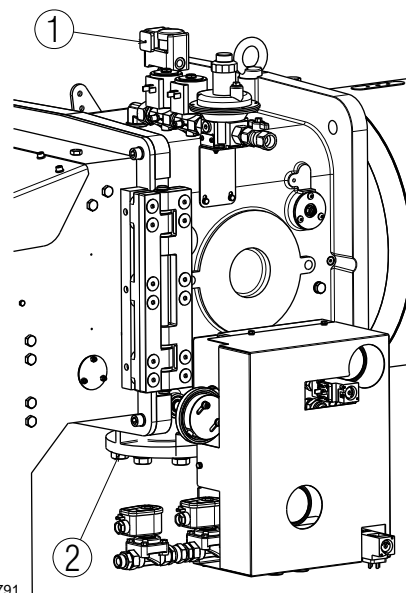

Fig. 25
La rampa del gas è predisposta per essere collegata al bruciatore alla flangia 2 (Fig. 25).
Pressione del gas misurata alla presa 1)(Fig. 25), con:
Perdita di carico farfalla gas 2)(Fig. 25) con apertura massima: 90°.
- sottrarre dalla pressione del gas alla presa 1)(Fig. 25) la pressione in camera di combustione.
Pressione del gas alla presa 1)(Fig. 25) = 46,9 mbar
Per conoscere invece la pressione del gas necessaria alla presa 1)(Fig. 25), fissata la potenza massima di modulazione alla quale si desidera funzioni il bruciatore:
- Leggere sulla destra, colonna 1, la pressione alla presa 1)(Fig. 25).
pressione necessaria alla presa 1)(Fig. 25).